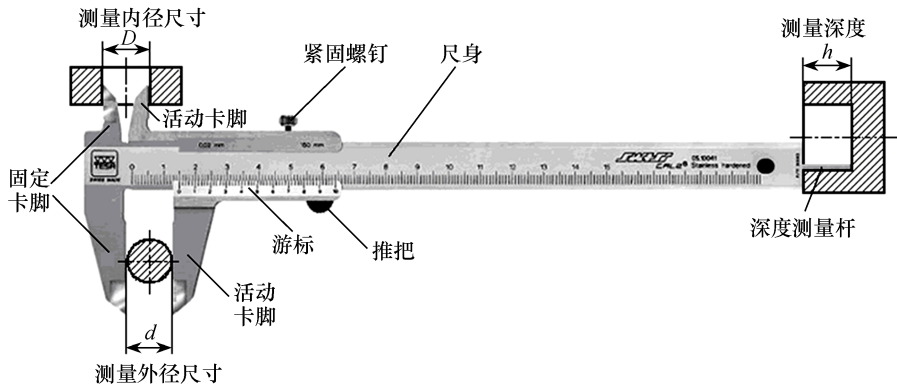

图1-2-1 普通游标卡尺的结构及用途
普通游标卡尺如图1-2-1所示,其主要由两部分组成,即尺身和游标。具体各部分的名称和主要用途是:①尺身:用于读取游标尺刻度线对应的整毫米数;②游标:用于读取对准尺身上某一条刻度线的游标上的刻度数;③紧固螺钉:用于固定游标;④内测量爪:用于测量内径尺寸 D ;⑤外测量爪:用于测量外径尺寸 d ;⑥深度测量杆:用于测量深度尺寸 h 。